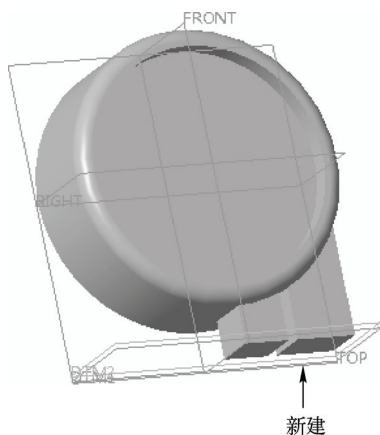

图 17-34 新建 DTM2 平面
STEP 11 使用“平面”命令，选择“DTM1”平面作为放置参考，并在“平移”文本框中输入“-1”，单击“确定”按钮，即可新建一个名为 DTM2 的平面，效果如图 17-34 所示。